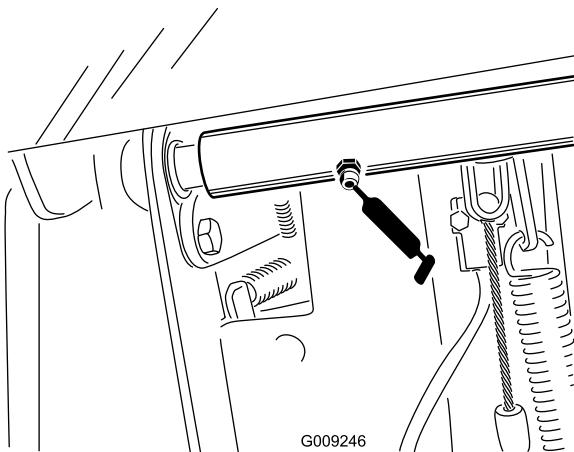

図 52
- ・ ブレーキシャフトのピボットのベアリング (1ヶ所) (図 52)